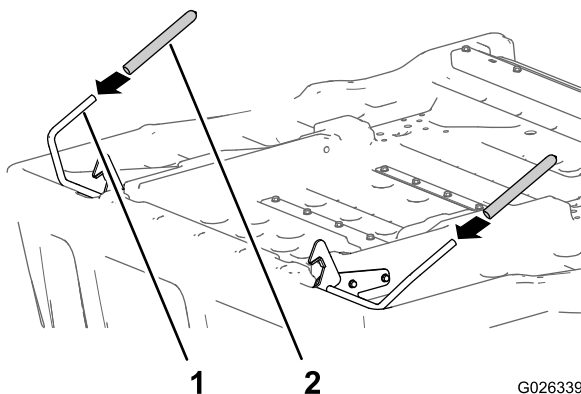

Figura 11
4. Deslice las empuñaduras sobre las palancas situadas en los extremos del conjunto de enganche (Figura 11).